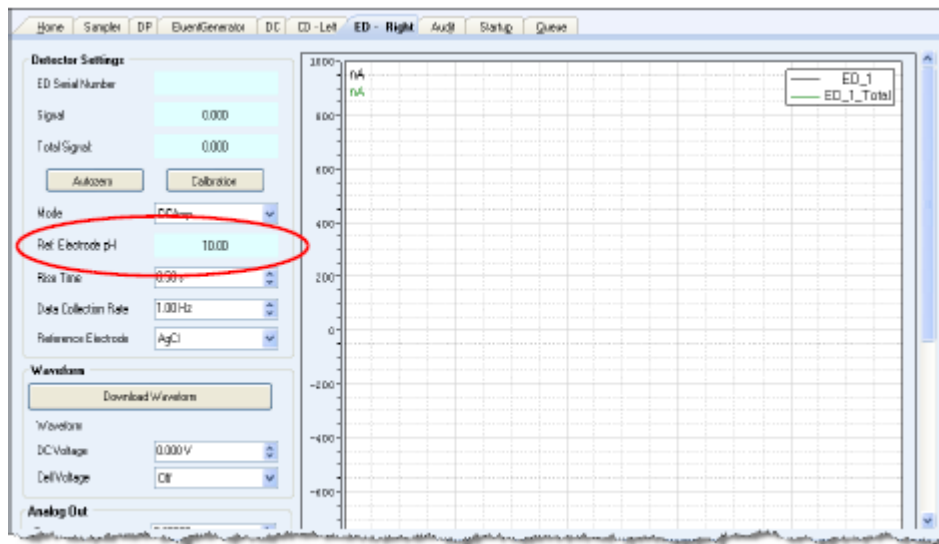

图 4-1. 监测 pH-Ag/AgCl 参比电极 pH 值
2. 当您运行第一种色谱仪器方法时，注意 Chromeleon ePanel 上显示的 pH 值（见图 4-1）。